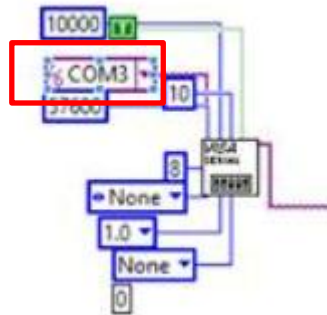

Figura 23 Puerto COM en LabVIEW
- En el programa en LabVIEW confirme que el puerto COM coincida con el del módulo maestro, ver Figura 23.